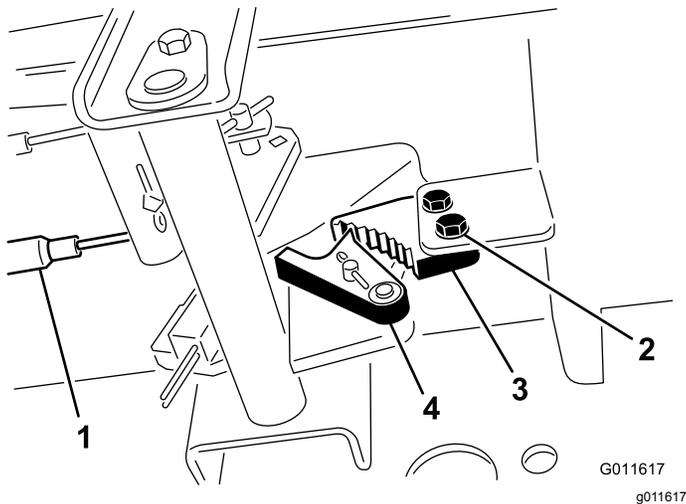

Figure 96
1. Desserrez les 2 vis qui fixent le cliquet du frein de stationnement au cadre (Figure 96).
2. Appuyez sur l'avant de la pédale du frein de stationnement jusqu'à ce que le verrou s'engage complètement sur le cliquet du frein (Figure 96).